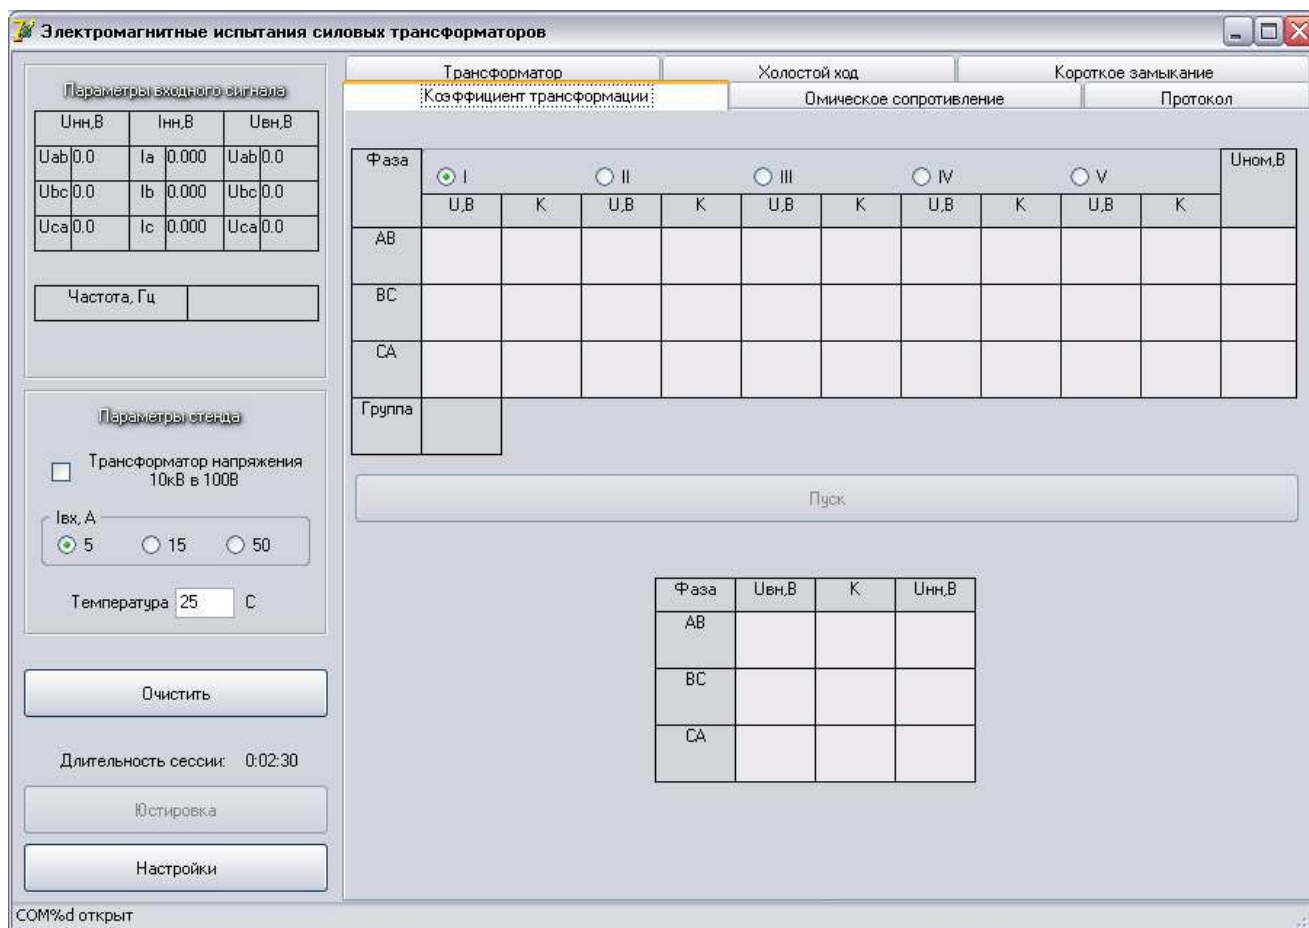

Рис. 7
2.6.2. При выборе закладки «Коэффициент трансформации» в рабочем окне открывается панель для проверки КТ и группы соединения обмоток рис. 7.